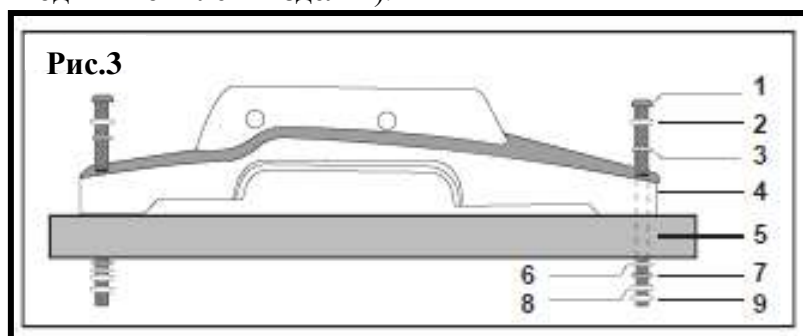

Рис.3
4.2. Размещение/Рабочее место(рис.3).